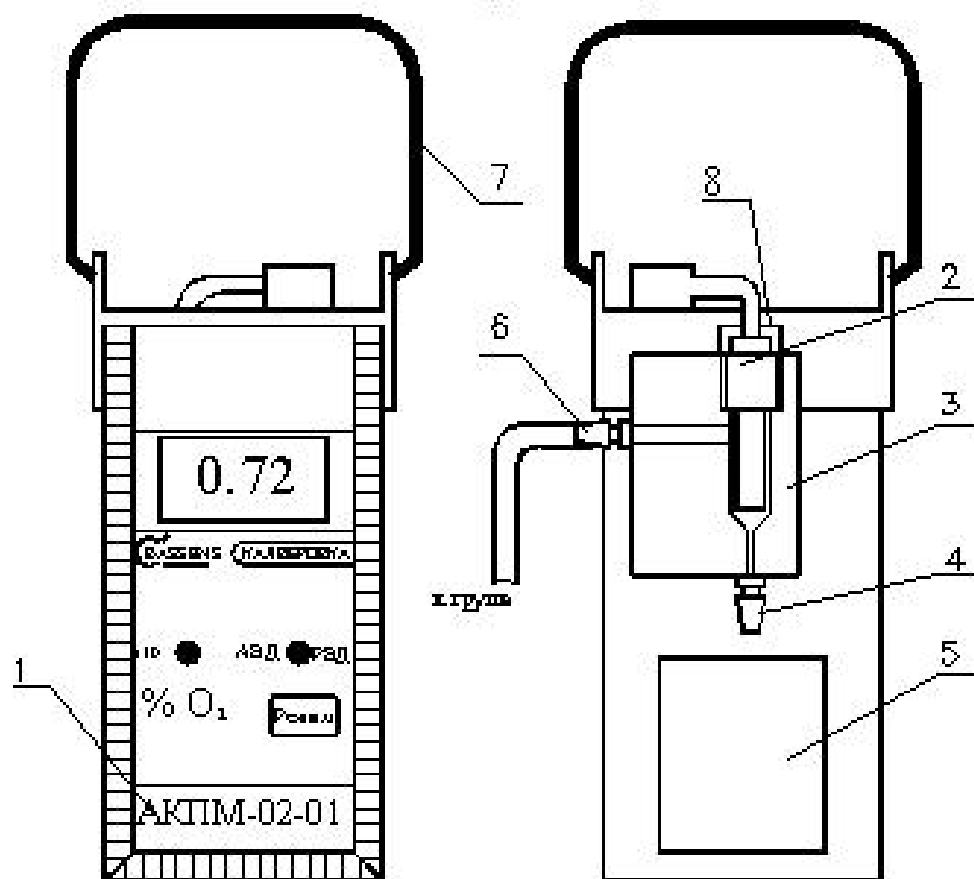

Рис. 1.
12.1.1. Отвинтить гайку 4 и осторожно достать амперометрический сенсор из измерительной камеры 3 (см. рис. 1).
12.2.2. Медленно вставить амперометрический сенсор в измерительную камеру 3 (см. рис. 1).
12.4.1. Открутить гайку 8, осторожно достать сенсор из измерительной камеры 3 (см. рис. 1) и выполнить п. 12.1.2.